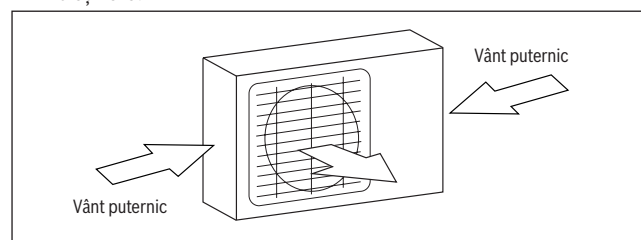

Fig. 4.
- ▶ Dacă locația este expusă la vânt puternic (de exemplu: lângă țărnuș al mării), unitatea trebuie amplasată pe partea opusă a peretelui în vederea protejării acesteia împotriva vântului. Dacă este necesar, acoperiți-o. (A se vedea **fig. 4 și 5**)